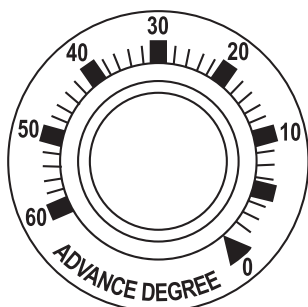

FIGURA 4.
3. Observe la lectura de escala avanzada como se muestra en la figura 4.